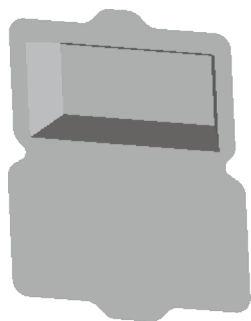

图 16-13 创建混合特征
STEP 12 单击“关闭”面板中的“确定”按钮, 完成截面绘制并退出草绘环境。单击“选项”按钮, 在弹出的“选项”下滑面板中选择“直”单选按钮, 然后单击“完成”按钮, 完成混合特征的创建, 效果如图 16-13 所示。